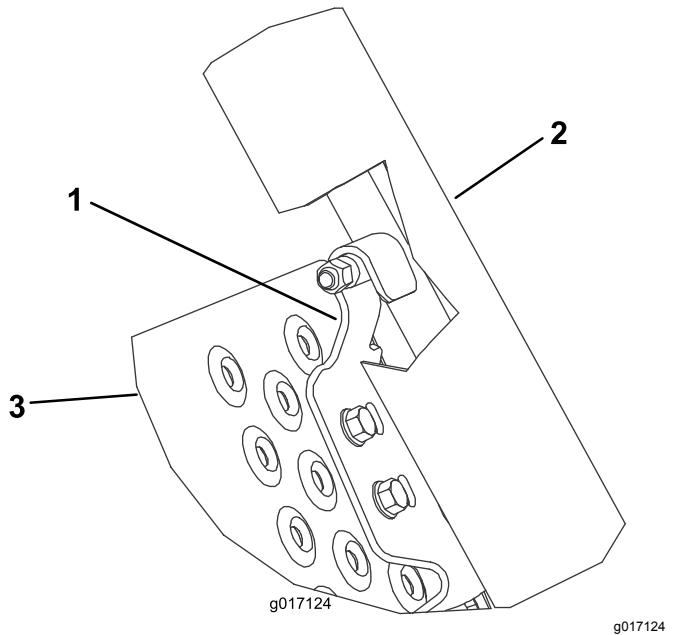

Figure 4
- 7. Insérez une vis à tête hexagonale dans chacun des trous au centre des rampes de chargement et dans les 2 tubes en caoutchouc (Figure 4).
- 8. Placez une patte de verrouillage de chaque côté de la rampe de la remorque, alignées sur le dessous des rampes de chargement, engagez-les sur les goupilles revêtues dans les rampes de chargement, puis alignez-les sur les trous de la rampe (Figure 2 et Figure 4). Une seule des séries de trous de fixation est utilisée par patte de verrouillage.
- Fixez légèrement chaque patte de verrouillage à la rampe de la remorque au moyen de vis à embase (5/16" x 3/4") et d'écrous à embase (Figure 2 et Figure 4).
- Levez et bloquez la rampe. Ajustez les pattes de verrouillage afin de les engager sur les goupilles, puis serrez les vis et écrous à embase (Figure 2 et Figure 4).